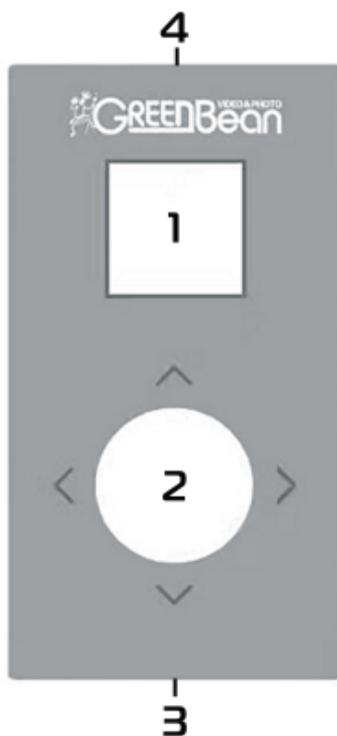

Рис.3
Для управления приводом каретки служит пульт (Рис. 3) радиоуправления с джойстиком (2) и ЖК дисплеем (1). Питание – аккумулятор Sony NP-F (устанавливается в слот на обратной стороне пульта) или =5В разъем микро USB (4). Для связи по Bluetooth включите питание пульта кнопкой (3), появляется сообщение "connecting, please wait", нажмите кнопку питания привода. Мигающий красный/зеленый индикатор обозначает режим сопряжения. Постоянно горящий красный – успешная установка связи.